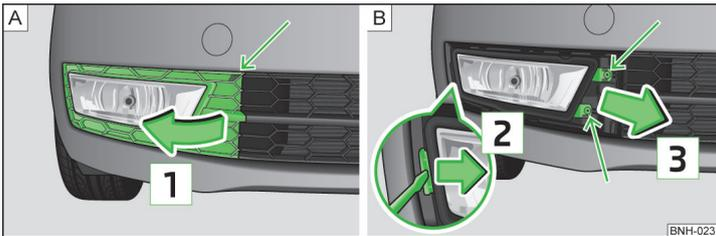

Abb. 163 Vorderer Stoßfänger: Schutzgitter / Ausbau des Nebelscheinwerfers
- Das Schutzgitter im Pfeilbereich » Abb. 163 - **A** mithilfe des Bügels zum Abziehen der Radvollblenden » Seite 157, Bordwerkzeug lösen.
- Das Schutzgitter in Pfeilrichtung **1** » Abb. 163 abnehmen.
- Die mit Pfeilen gekennzeichneten Schrauben » Abb. 163 - **B** herausschrauben¹⁾.
- Bei erneutem Einbau den Nebelscheinwerfer entgegen der Pfeilrichtung **3** » Abb. 163 einsetzen und festschrauben.